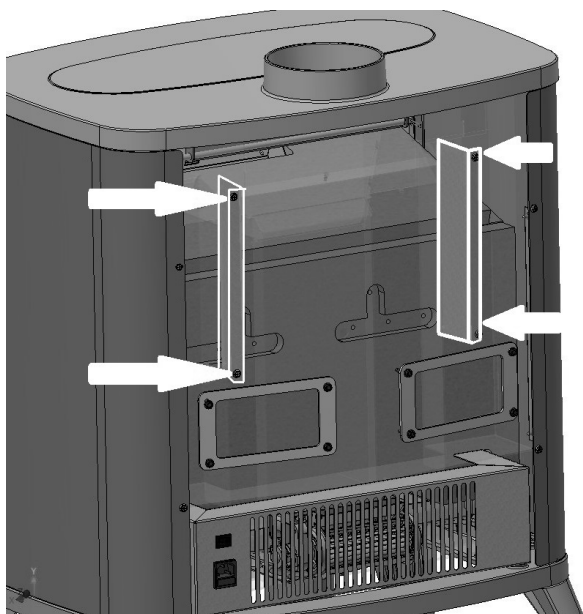

Fig. 15 - Ruotare staffe
- Togliere le 2 staffe girofumi interne **Fig. 15**.